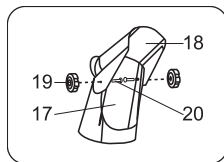

рис. 5
Совместите отверстия дефлектора (18) с отверстиями на выпускном желобе (17). Установите винты с полукруглой головкой (20) и закрепите гайкой (19) с двух сторон (рис. 5).